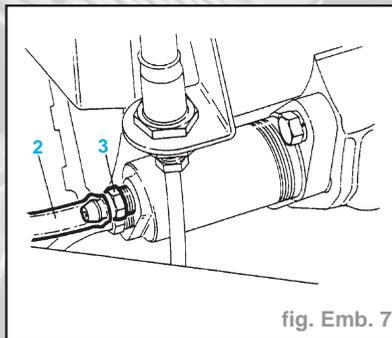

fig. Emb. 7
- Plonger l'extrémité libre de ce tuyau (2) dans un récipient en verre contenant du liquide d'embrayage (Fig. Emb. 7).